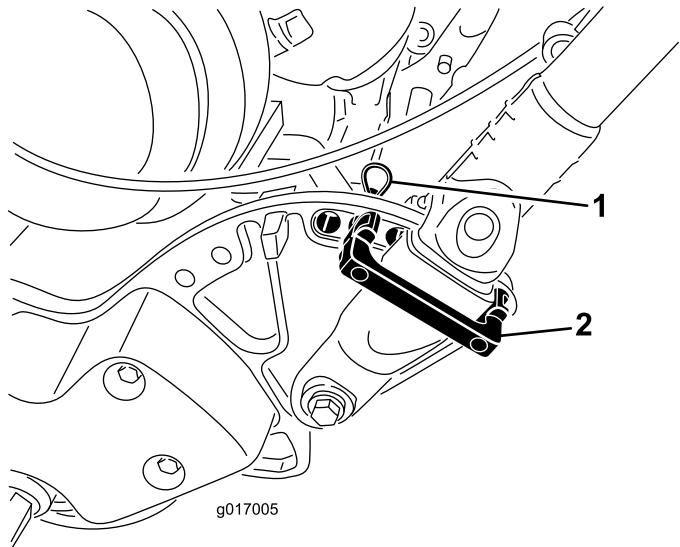

Figure 24
- Retirez les goupilles fendues des retenues du guidon de chaque côté de la tondeuse (Figure 24).
- Soutenez le guidon, retirez les goupilles fendues de chaque côté et faites pivoter le le guidon à la position voulue (Figure 24).